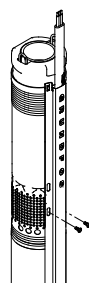

Рис. 9
3. Приверните защитную планку кабеля к входному фильтру двумя винтами, входящими в комплект поставки, смотри рис. 9.